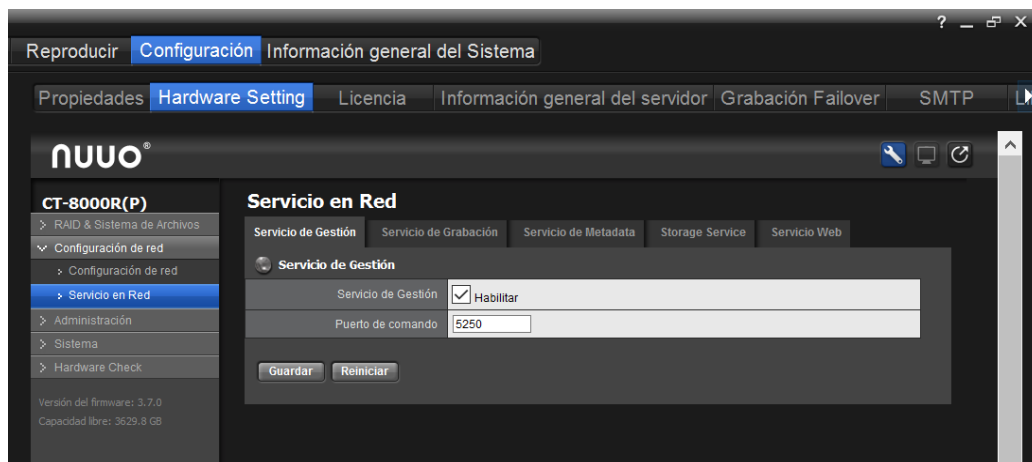

FIGURA 31. DESCRIPCIÓN PANTALLA CONFIGURACIÓN MANAGEMENT SERVICE NUUO.
- En la barra de herramientas de la izquierda, haga clic en configuración en red, Servicio de red Pestaña Servicio de gestión de red, como muestra la figura 31.